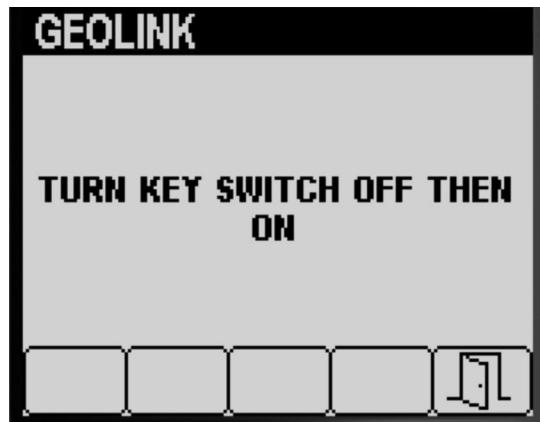

Figure 38
5. Appuyez sur le bouton 5 pour enregistrer vos réglages, quitter l'écran GEOLINK et retourner à l'écran RÉGLAGES (Figure 38).